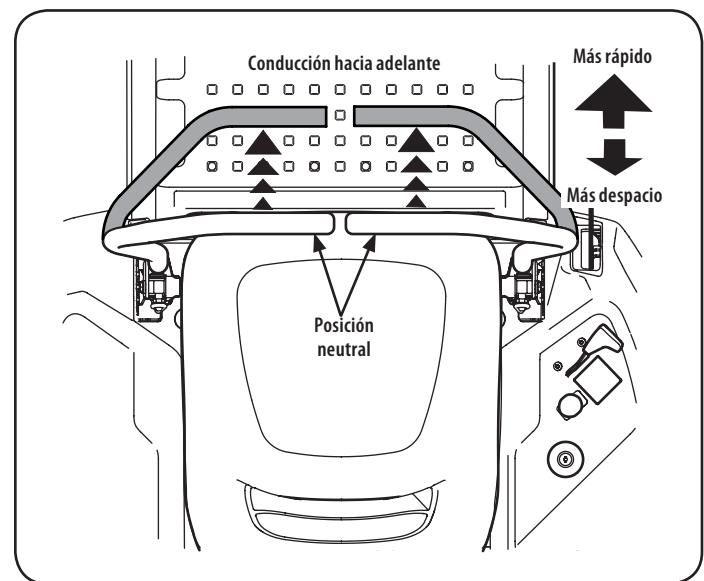

Figura 10
1. Coloque las palancas de control de transmisión del lado derecho y del lado izquierdo hacia adentro, en posición neutra. Consulte la Figura 10.